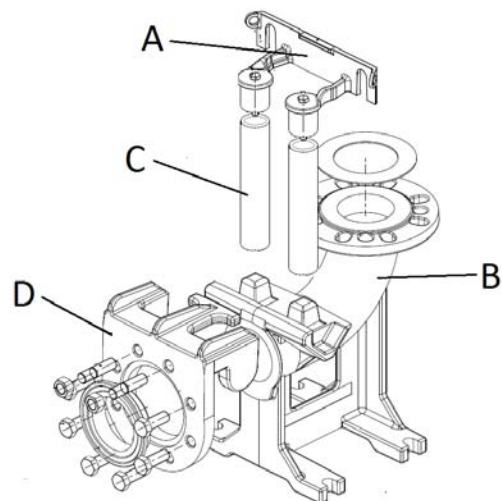

Fig. 5
- Montér låsekonsollen til styrerørene (fig. 5 - pos. A) på kanten af karret.
- Placér støttefoden for automatisk sammenkobling i bunden af brønden (fig. 5 - pos. B), og kontrollér ved hjælp af en lodline, at de koniske fremspring til indkobling af styrerørene er helt vinkelrette i forhold til låsekonsollens fremspring på kanten af karret. Kontrollér nivelleringen ved hjælp af et vaterpas.
- Afmærk kærhullernes placering i støttefoden, og mål styrerørenes nøjagtige længde (fig. 5 - pos. C).
- Montér specialflangen (fig. 5 - pos. D) med skydemekanisme på pumpens forsyningsstuds, og fastgør wiren eller kæden til håndtaget eller kærvehullet øverst på pumpehuset.